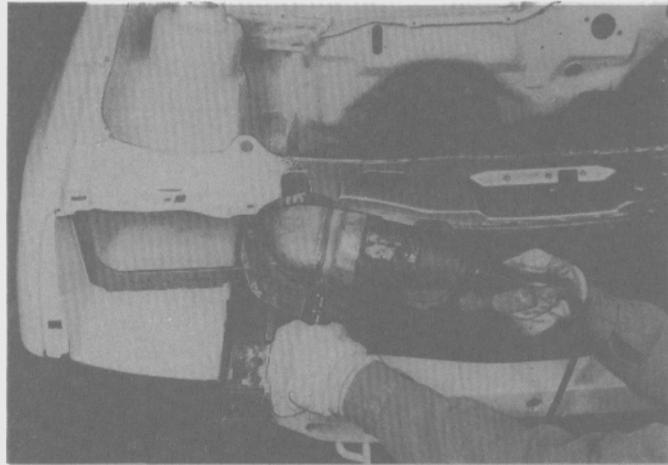

Fig. 117
- Pulir las soldaduras (Fig. 117) y montar la placa de identificación del vehículo.